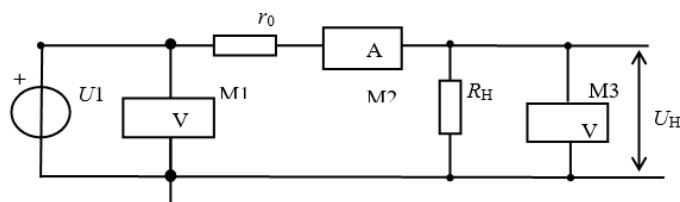

Рис. 2. Схема измерения параметров источника
3.1.2 Источник напряжения под нагрузкой рисунок 2.
Вместо сопротивления $R_{И}$ в схеме рисунок 2 установить сопротивление $R_{Ит}$ таблица 1.